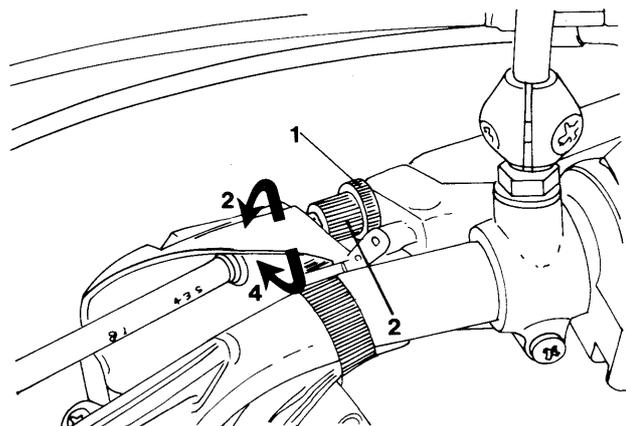

Bild 24 Vorderradbremse mit dem oberen Einsteller einstellen
- Kleinere Einstellungen mit Hilfe des oberen Einstellers vornehmen. Unter Bezug auf Bild 24: